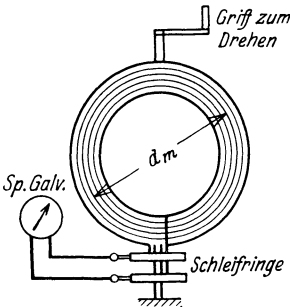

Abb. 53. Erdinduktor mit Spiegelgalvanometer.
Dieselbe wird vertikal so aufgestellt, daß die Ebene der Windungen von Osten nach Westen zeigt. Welche Elektrizitätsmenge wird in dem geschlossenen Stromkreise von 20 [40]  $\Omega$  Widerstand bei einer Drehung der Spule um  $180^\circ$  erzeugt, wenn die Feldstärke des Erdmagnetismus in horizontaler Richtung für den Aufstellungsort den Wert  $0,2$  [0,193] Gauß besitzt? (Abb. 53).
**134.** Den äußeren Stromkreis der Spule (Aufgabe 133) bildete ein ballistisches Spiegelgalvanometer, welches bei der Drehung einen Ausschlag von 3 [12] Skalenteilen machte. Wie groß ist hiernach die Konstante des Galvanometers? (Abb. 53.)